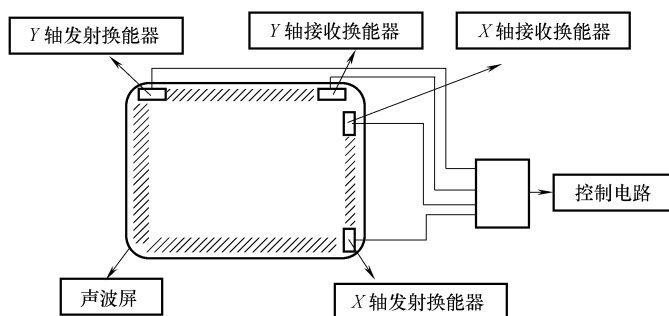

图 4-45 表面声波式触摸屏的结构原理图
4) 表面声波式触摸屏。如图 4-45 所示，为表面声波式触摸屏的结构原理图。